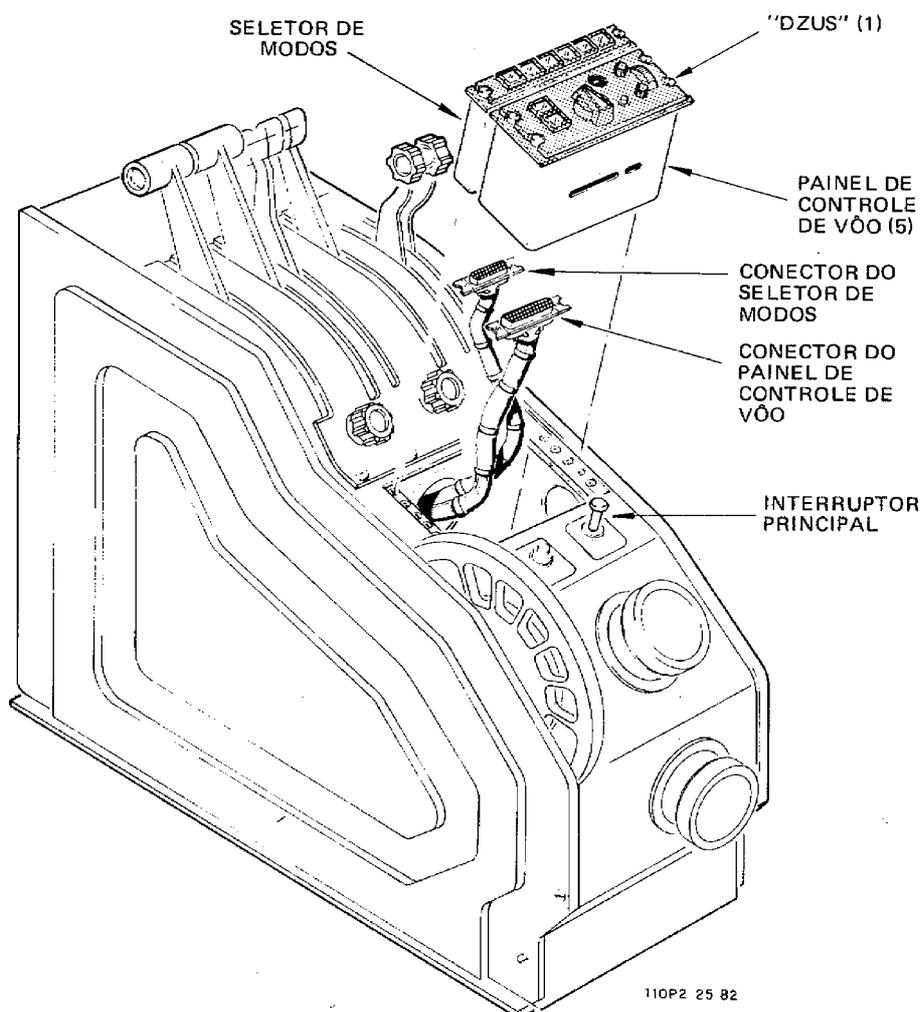

Figura 6A-13. Instalação dos Painéis do Controlador de Vôo e Seletor de Modos
### 6A-52. REGULAGEM NO SOLO DA CAIXA DE CONTROLE DE VÔO (figura 6A-15)
- Extensão com pontos de teste para medições de tensões, construída conforme a figura 6A-14.